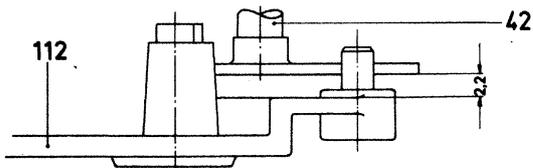

Abb. 7
Die gesamte Drehbewegung des Dämpfungskolbens soll beim Einschalten in einer Zeit von 3 bis 10 sec. erfolgen. Die achsiale Einstellung des Bremshebels (112) erfolgt so, daß zum Blech der Rastbrücke (42) ein Abstand von 2,2 mm vorhanden ist (Abb. 7).